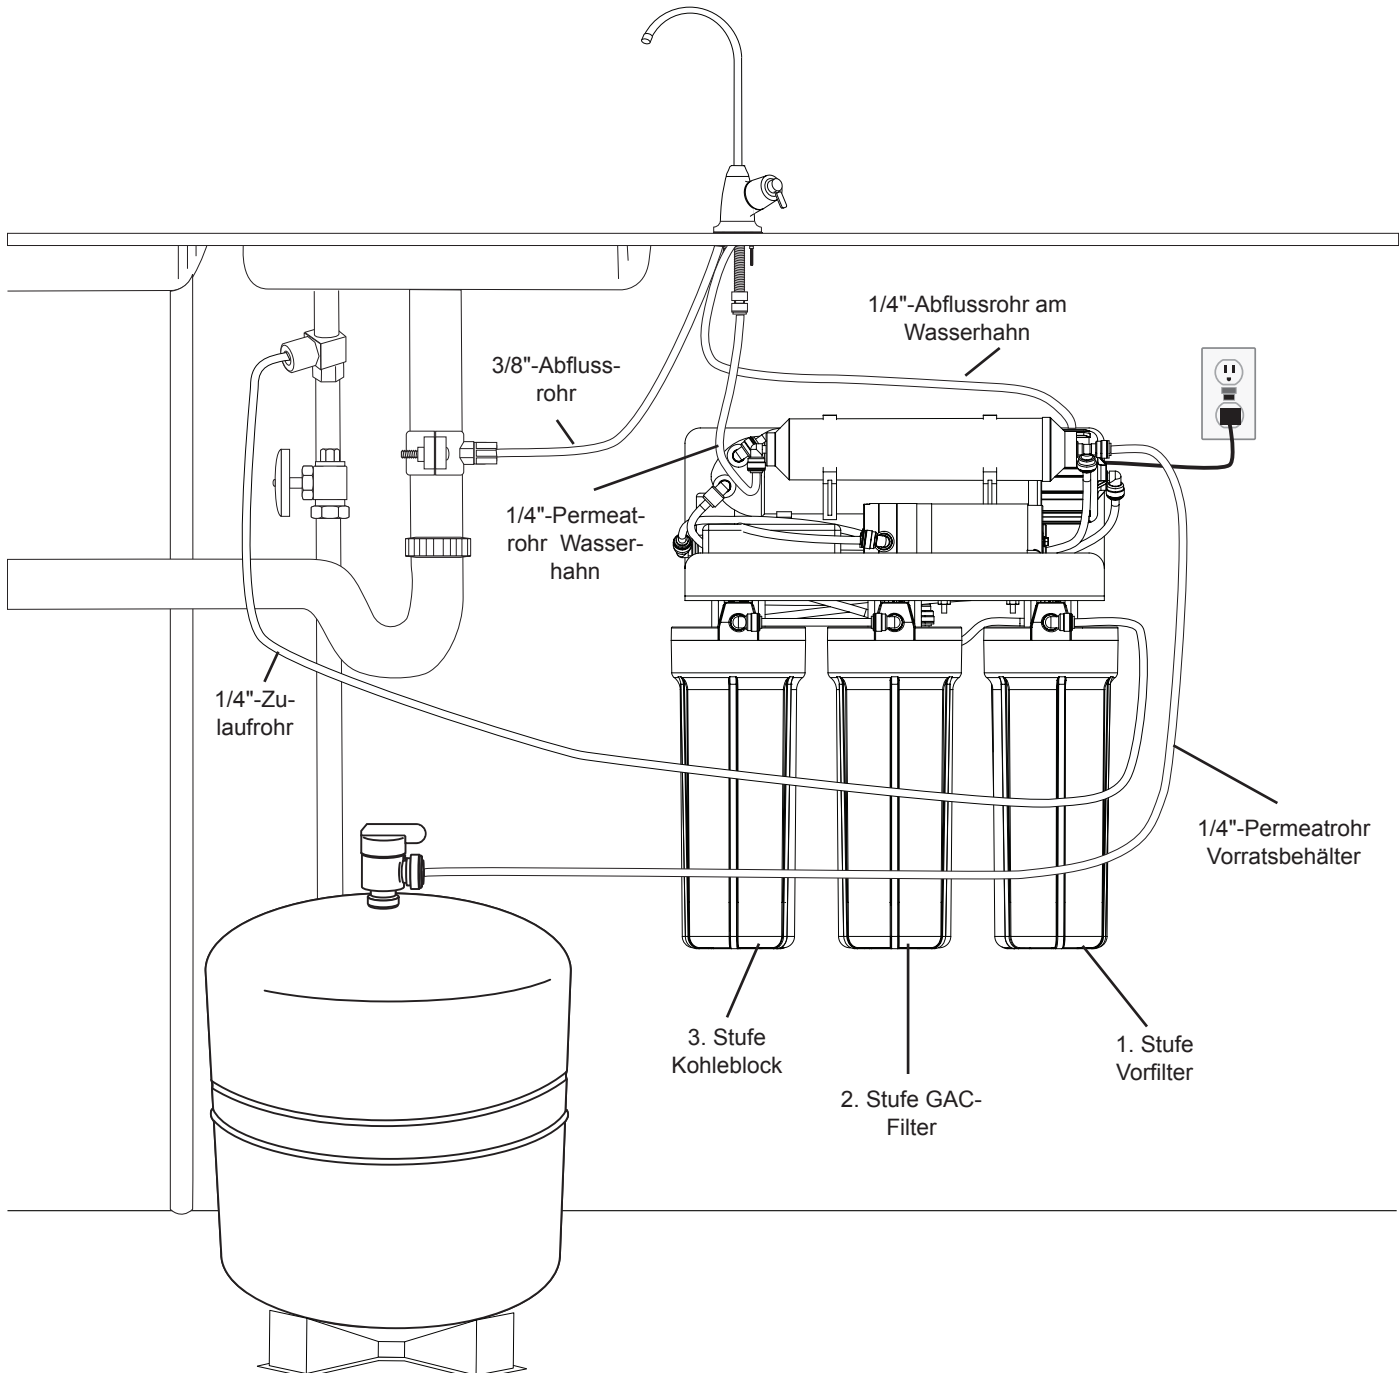

Abbildung 12
- Befestigen Sie die Abflussschelle an einem senkrechten Teil des Abflussrohrs, ca. 15 cm oberhalb des Siphons. Achten Sie darauf, dass die Öffnung an der Abflussschelle zum Trinkwasserhahn hin zeigt (siehe Abbildung 12).